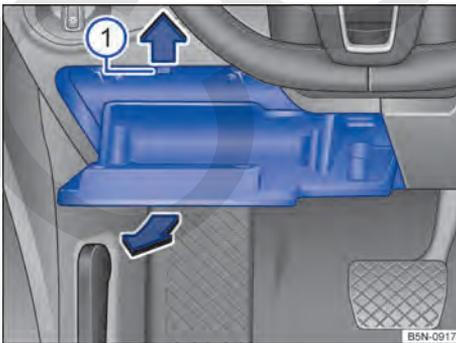

Fig. 214 En el tablero de instrumentos del lado del conductor: tapa de la caja de fusibles.
- Abra el portaobjetos del lado del conductor → **fig. 214**.
- Presione las pestañas de encastre → **fig. 214** **1** hacia arriba, en el sentido de las flechas, y al mismo tiempo abra aún más el portaobjetos y retírelo hasta que se pueda acceder al portafusibles.